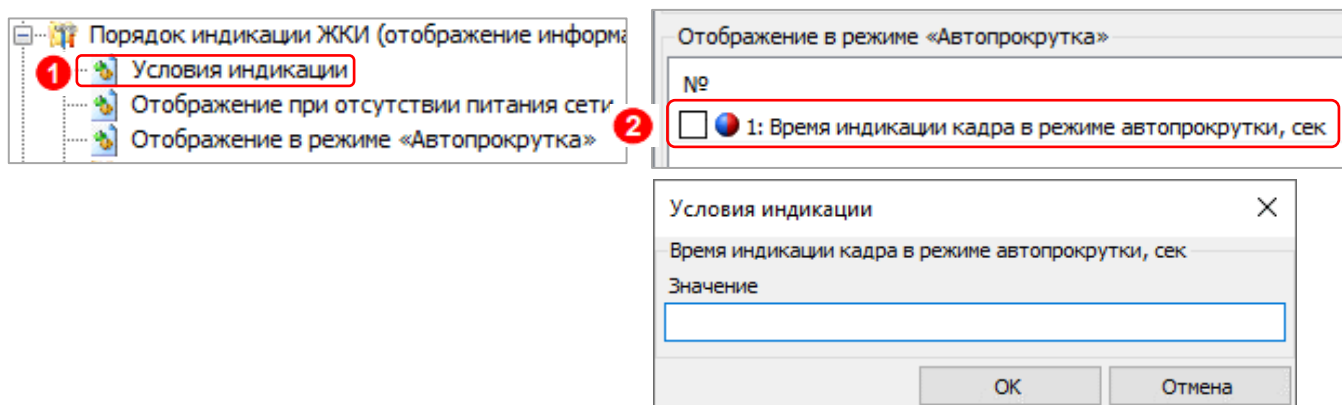

Рисунок 58
Переключение информации в режиме «Автопрокрутка» выполняется при условии настройки «Переход в режим «Автопрокрутка» при отсутствии нажатий на кнопки», в режим «Включено» (см. рисунок 58 группа «Условия индикации» (1)).